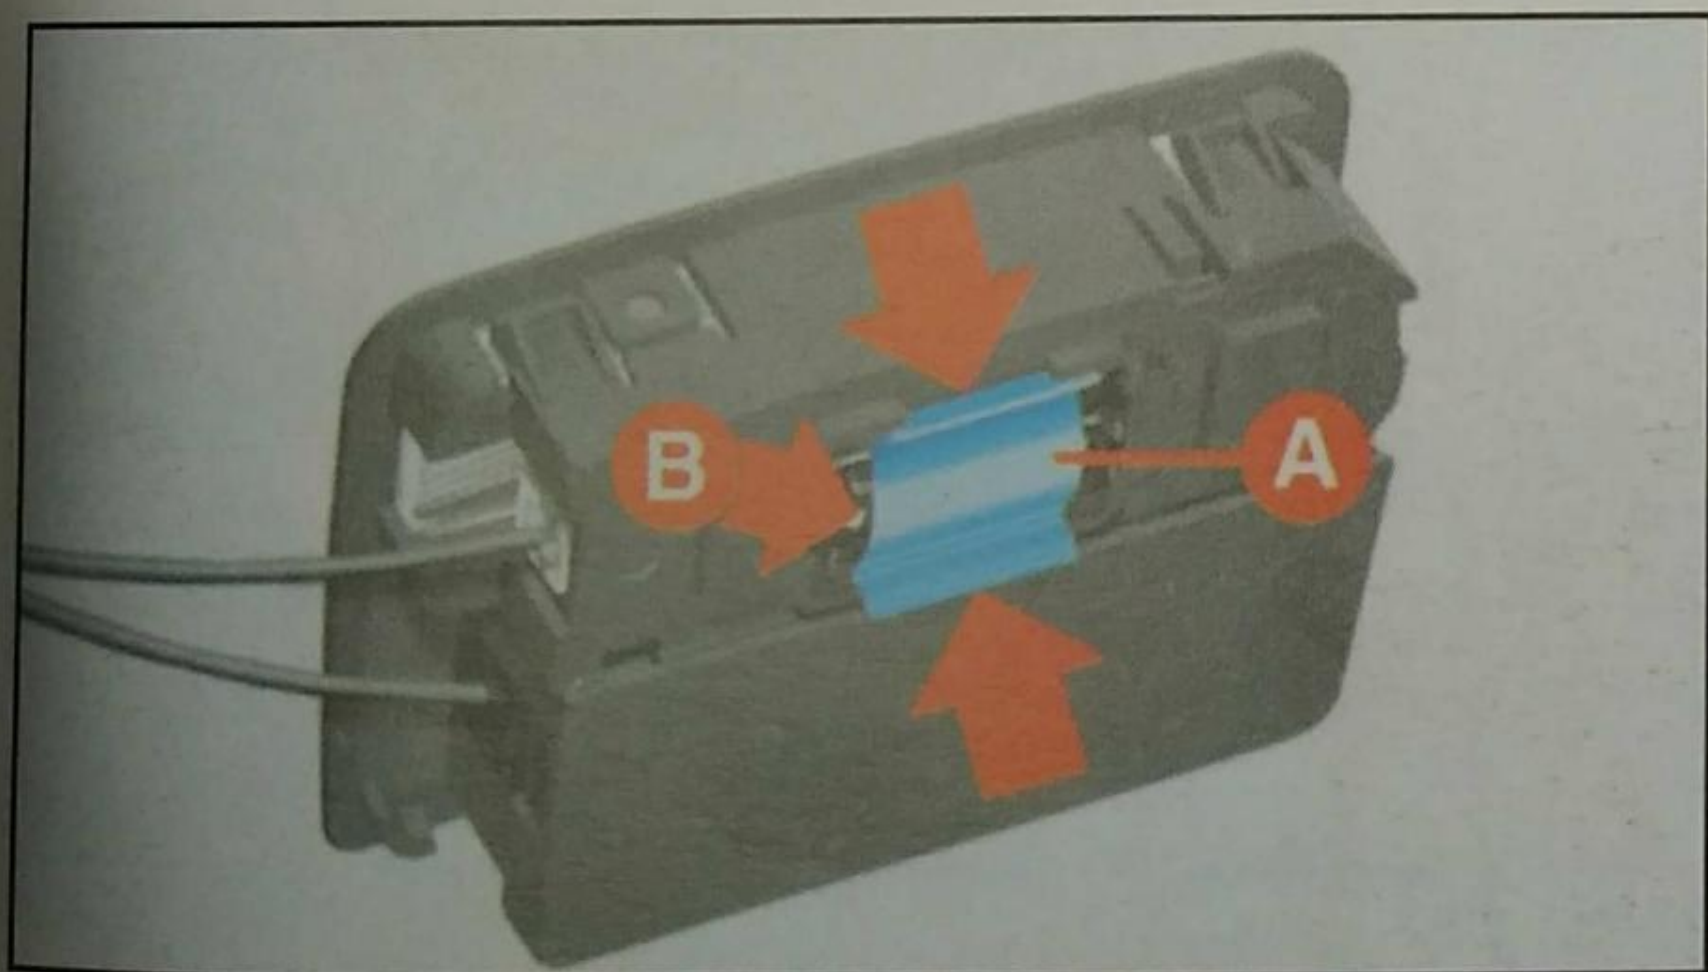

Fig. 24
- retirar el reflector **A**-fig. 24, presionando en los sentidos de las flechas y sustituir la lámpara cilíndrica **B**.